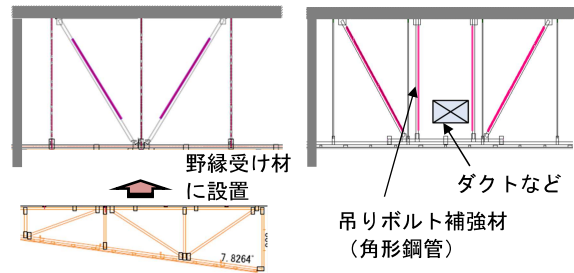

図 3 勾配天井・配管ダクト等への対応例
- ・天井格子面はフラットとする。ただし、天井格子面より下方に下地材を野縁受け材に設置することで、勾配を自由に設けることができる(図 3)。
- ・ブレースは V 字状に配置する。ただし、ダクト等により V 字状に設置できない場合には、吊りボルト補強材を設置することで対応することが可能である(図 3)。